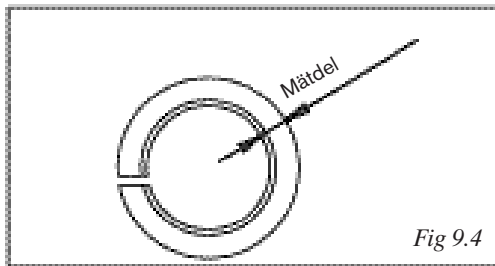

Fig 9.4
- Tätningssring (Fig. 9.4).
Mät innerdiametern enligt fig 9.4. Om den ligger utanför tillåtna värden, montera en ny tätningssring.